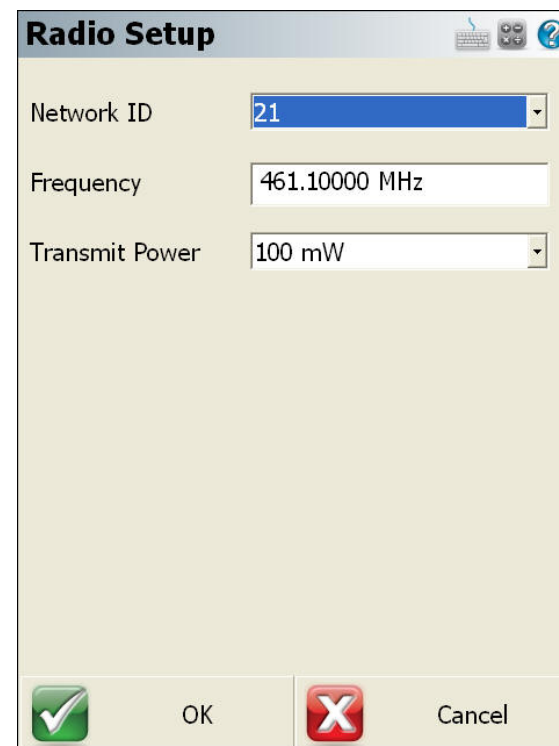

Figura 9: Radio Setup (Settaggi Radio)
82. Sulla schermata **Radio Setup (Settaggi Radio)** (vedi Figura 9), compilare il campo **Network ID**, digitare un valore di frequenza nella casella di testo **Frequency (Frequenza)** (i parametri **Frequency** e **Network ID** (Frequenza e ID rete) di base e rover devono corrispondere) e compilare il campo **Frequency e Network ID (Frequenza e ID rete)**. Sul rover, impostare la potenza di trasmissione a 100 mW, a meno che la base non richieda la posizione del rover per le correzioni di rete (ad es., un messaggio GGA periodico). In questo caso, impostare il rover allo stesso valore di potenza di trasmissione della base.